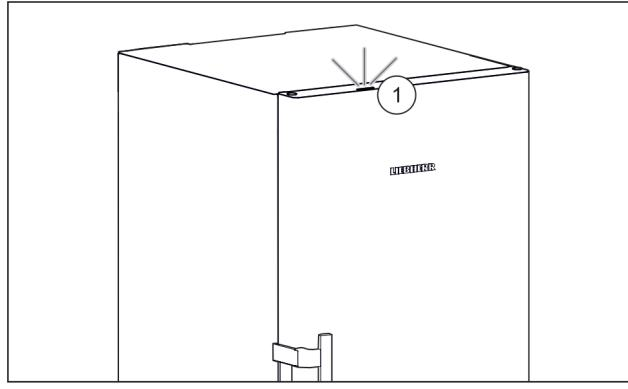

Fig. 51 Aktívne stavové svetlo pri zatvorených dverách
▷ Stavové svetlo Fig. 51 (1) je aktivované.